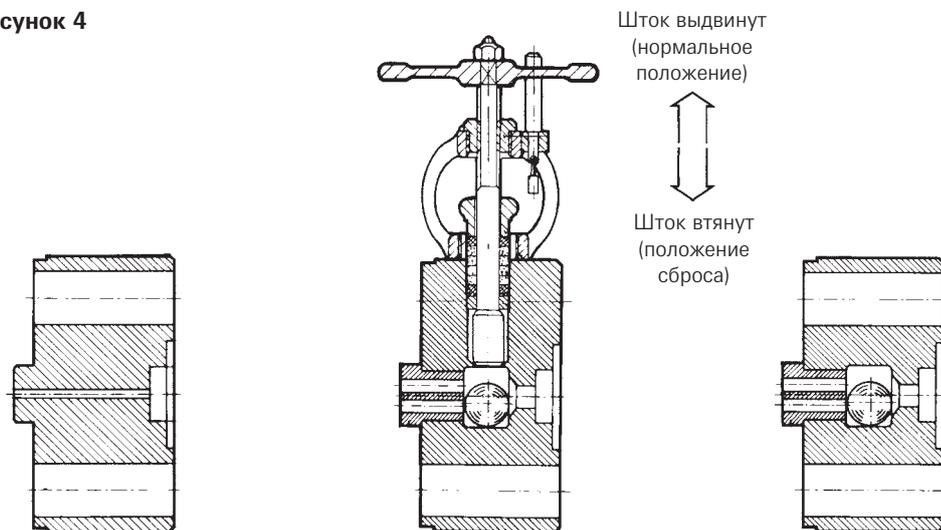
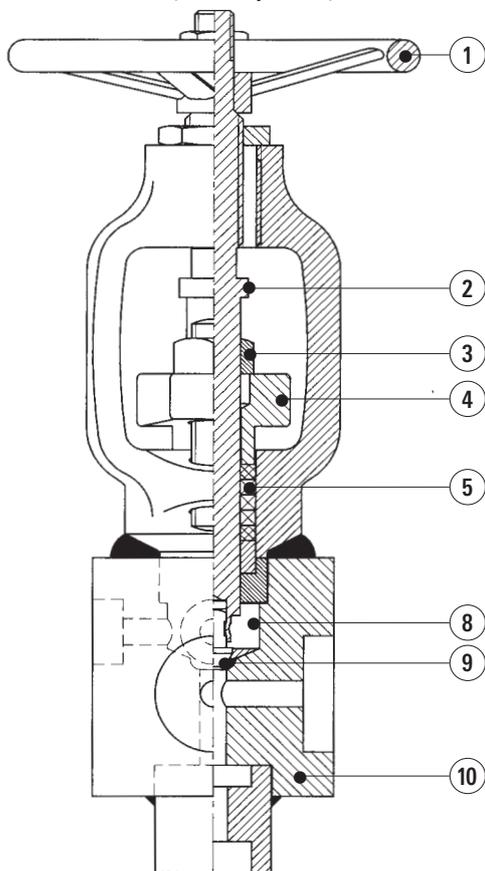
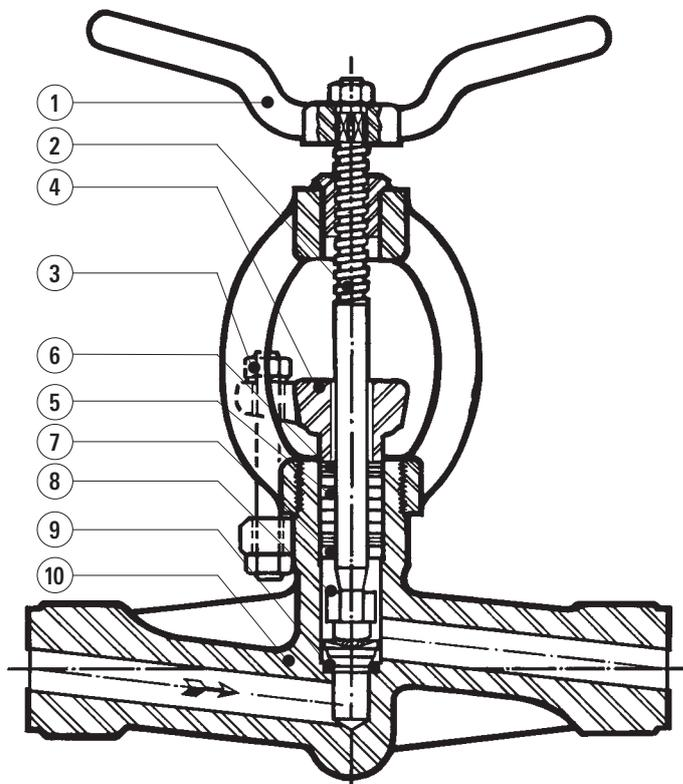

Рисунок 5:
Рис. 9
Рис. 10
(A) Втулка диафрагмы или автоматический отсекающий запорный клапан (см. Рис. 5 и 6)
- (A) Втулка диафрагмы или автоматический отсекающий запорный клапан (см. Рис. 5 и 6)
В стандартной комплектации Narvik-Yarway поставляет клиновые задвижки (см. Рис. 9) для отсечения уровнемера и дренажный клапан для продувки уровнемера (см. Рис.10). Все остальные компоновки поставляются по отдельному запросу покупателя. В паровой петле может быть установлен автоматический запорный клапан (см. Рис 6), который заменит втулку диафрагмы (см. Рис. 5). В водяной петле может быть установлен шаровый кран/ обратный клапан (см. Рис.7).
**Шаровой кран (см. Рисунок 9)**
**Дренажный клапан (см. Рисунок 10)**